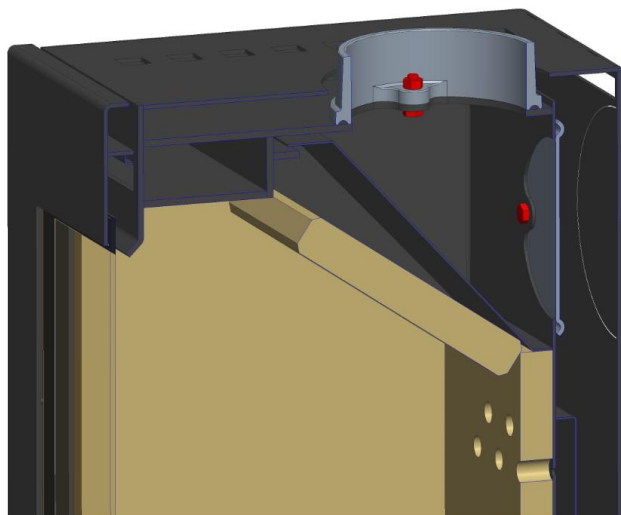
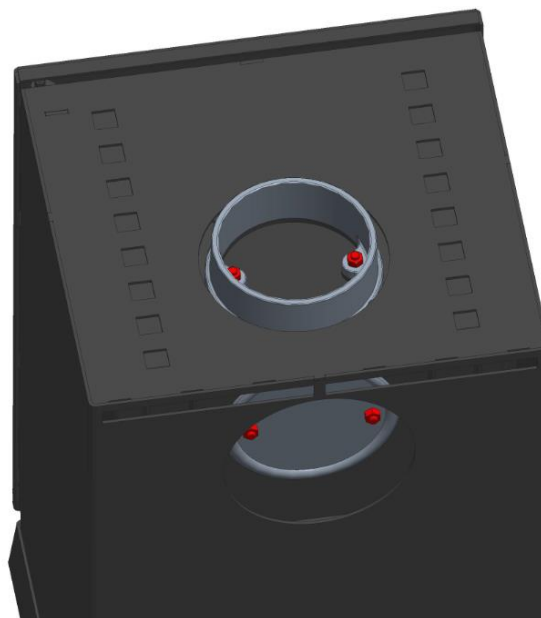

Fig. 5: Vue du raccord du conduit de fumée et du bouchon horizontal
Fig. 6: Vue de la position du raccord du conduit de fumée et du bouchon horizontal
1. Retirez le raccord du conduit de fumée sur le dessus de l'appareil en dévissant les 2 vis, contre-écrous en place (Fig. 5). Retirez le bouchon à l'arrière du boîtier en dévissant les 2 vis, contre-écrous en place (Fig. 6).